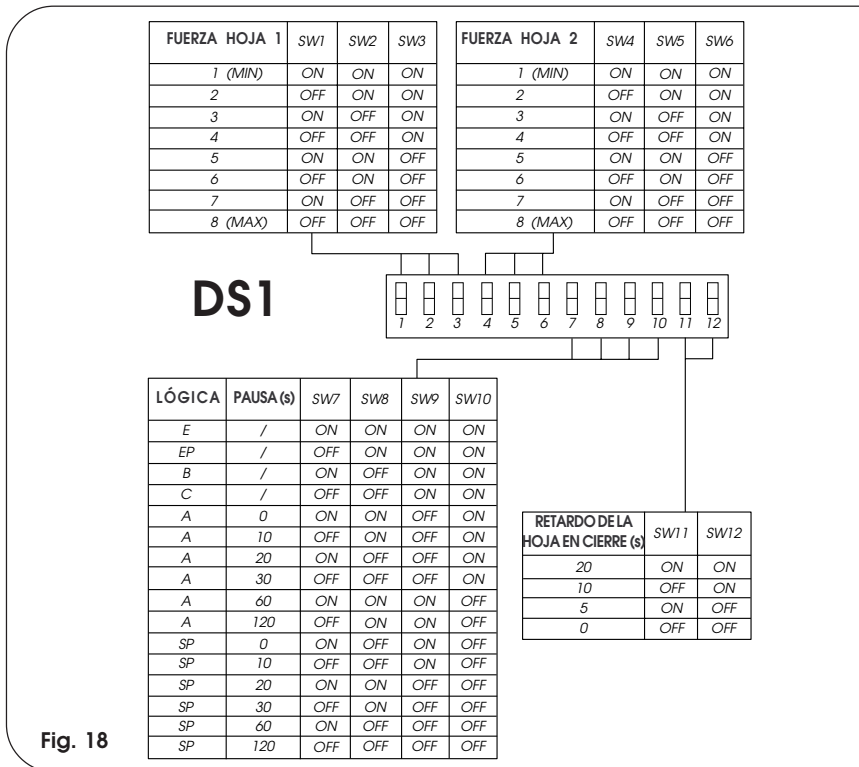
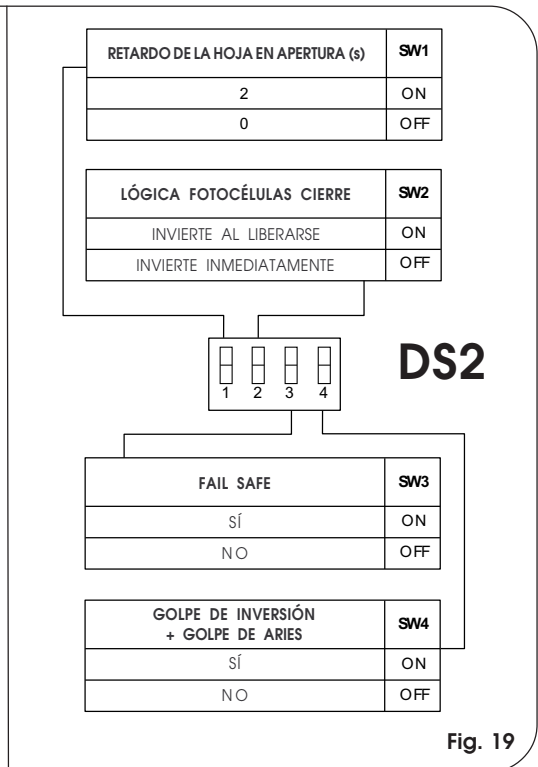

Fig. 18
Fig. 19
El equipo está provisto de dos grupos de microinterruptores DS1 (fig. 18) y DS2 (fig.19) que permiten programar los parámetros de funcionamiento de la cancela.
5.1. MICROINTERRUPTORES DS1 (fig.18)
5.2. MICROINTERRUPTORES DS2 (fig.19)